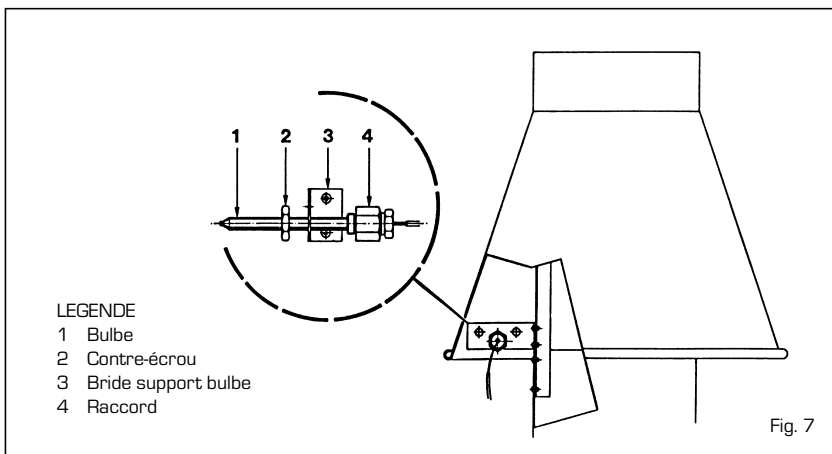

Fig. 7
**Dans les versions "RX 45 - 54" le bulbe du thermostat fumées doit être monté à l'arrière de la chaudière sur la bride support de l'antifouleur et fixé avec le contre-écrou déjà prévu sur le bulbe (fig. 7).**